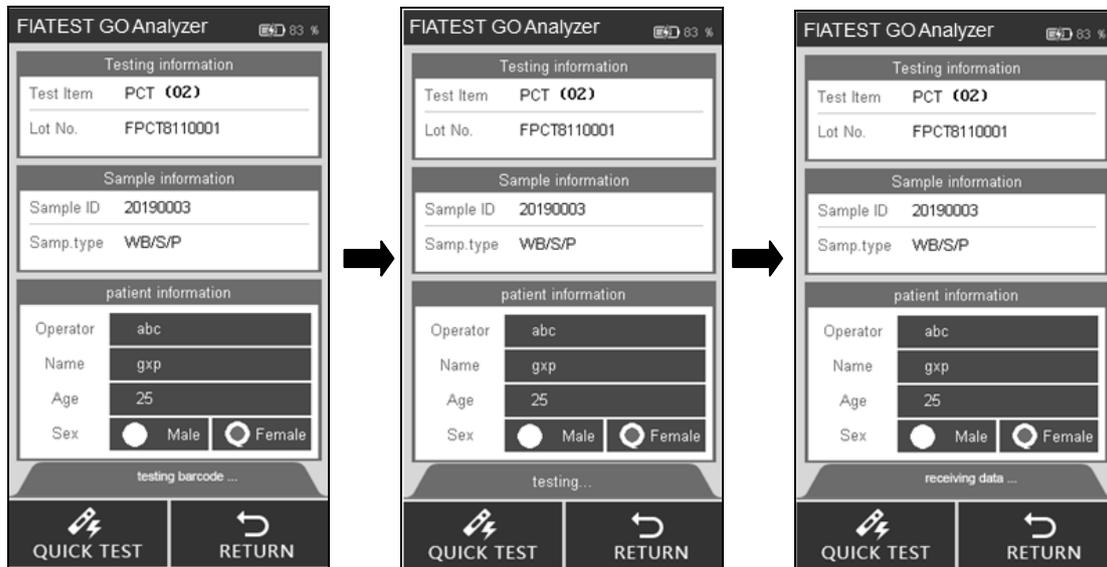

Fig 33
Paso 7: Inserte el casete de prueba (después de la incubación) a la ranura y haga clic en "Quick Test" o apriete en botón inicio. (Ref Fig 33)